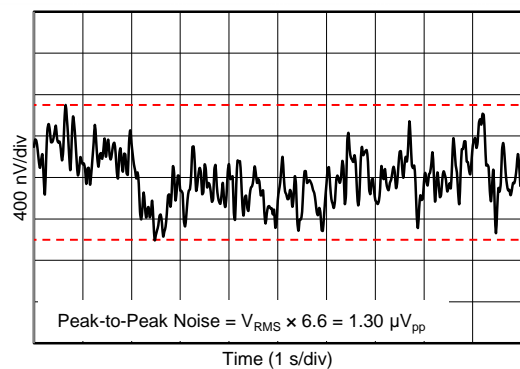

Figure 24. 0.1-Hz to 10-Hz Noise
0.1-Hz to 10-Hz Noise	<a href="#">Figure 24</a>